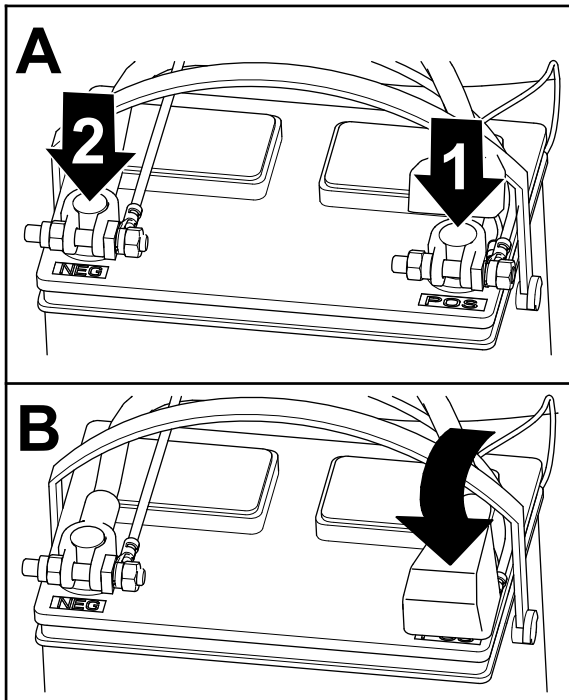

Bild 23
1. Schließen Sie das Pluskabel des Akkus an und ziehen Sie die Mutter der Akkuklemme an (Bild 23).
2. Schließen Sie das Minuskabel des Akkus an und ziehen Sie die Mutter der Akkuklemme an (Bild 23).
3. Befestigen Sie die Isolierung auf dem Pluspol des Akkus (Bild 23).